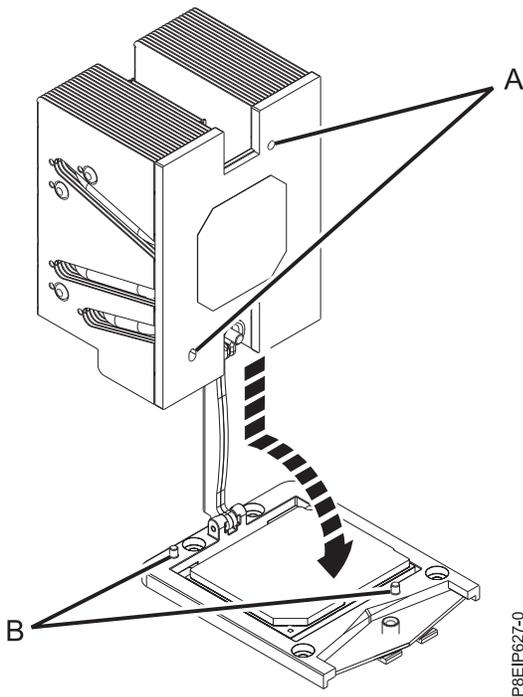

Figura 68. Instalando o dissipador de calor
10. Instale o novo dissipador de calor fornecido que é fornecido no kit de FRU. O TIM é pré-aplicado ao dissipador de calor. Abaix cuidadosamente o dissipador de calor sobre o módulo de processador do sistema, passando o braço de carregamento através do dissipador de calor. Assegure-se de que os furos no dissipador de calor (**A**) estejam alinhados com os pinos guia (**B**) no soquete, conforme mostrado na Figura 68.